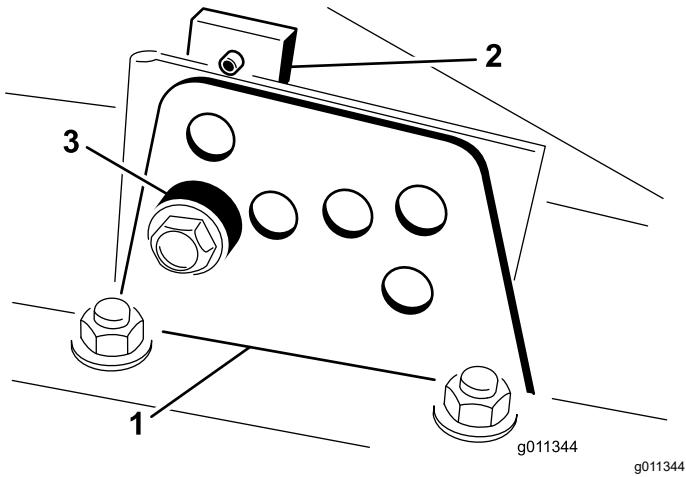

Figure 21
- Desserrez le boulon qui fixe le support de hauteur de coupe à la plaque de hauteur de coupe (à l'avant et de chaque côté), comme montré à la Figure 21.
- Tout en supportant la chambre, déposez l'entretoise (Figure 21).